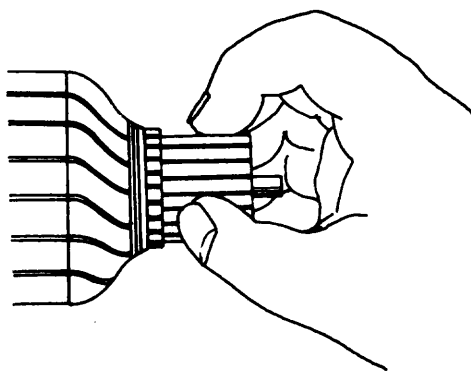

Fig. 2
- e Controle visualmente y al tacto el estado del colector (fig.2).